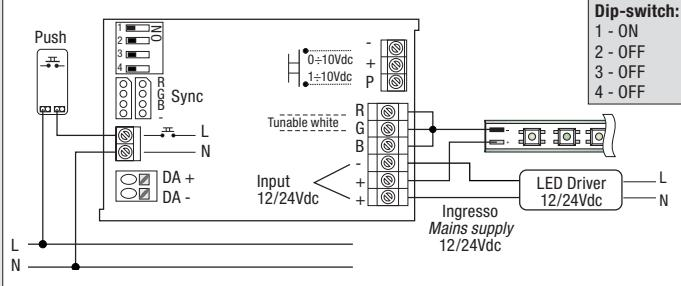

Fig. 2 - Comando con pulsante non isolato - Command with not isolated button
- 2 - Non SELV NA push-button (referred to on mains - Fig. 2)